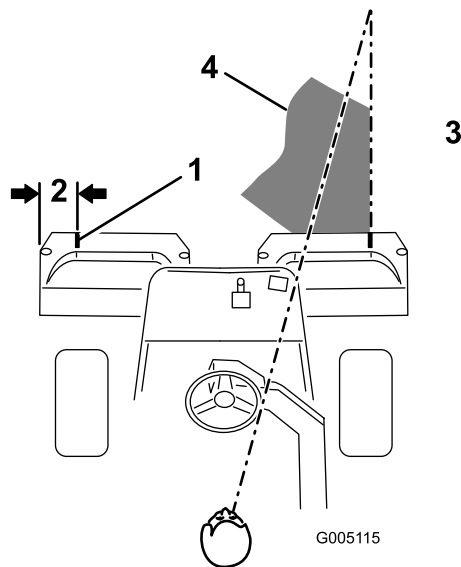

图 9
2. 在每个斗的外沿并行粘一个白色胶带或画一条线 (图 9)。